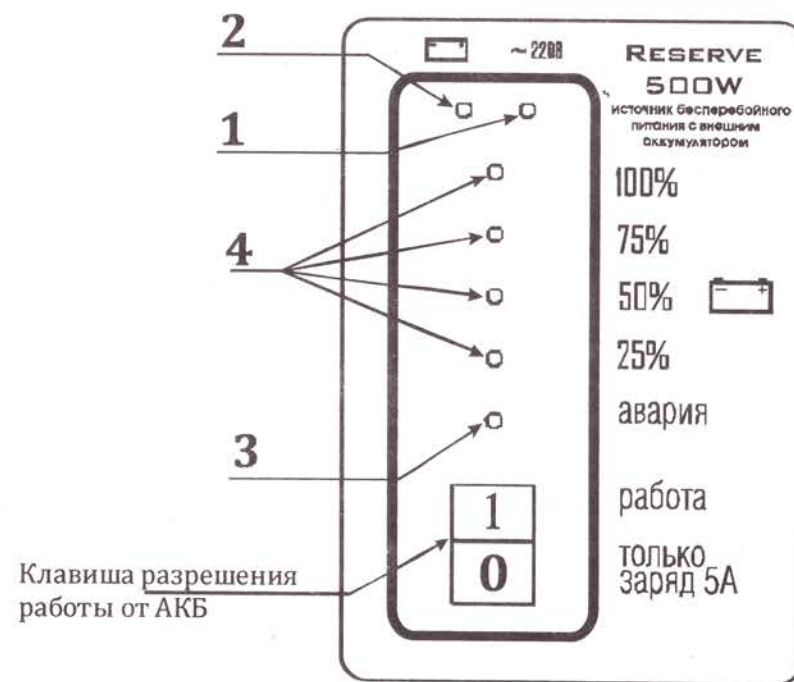

Рисунок 3. Индикация ИБП RESERVE-500 S
- Клавиша разрешения работы от АКБ (Рис. 3) Служит для выбора режима работы. В положении «0» источник осуществляет только заряд и поддержание АКБ в заряженном состоянии. Напряжение на выходе источника имеется только при подаче на вход сетевого напряжения. В положении «1» источник осуществляет все свои функции.
6. Убедитесь, что на панели индикации (рис. 3) светится зеленый индикатор («работа от сети»), а подключенные приборы получают питание. Зарядное устройство, при этом, начинает работать (заряжать, или поддерживать АКБ в заряженном состоянии).
7. Переведите клавишу разрешения работы от АКБ (рис. 3) в положение «1». При этом, включается полный режим индикации. Приблизительный уровень степени заряженности АКБ индицируется столбиком из 4-х оранжевых индикаторов. Полному заряду соответствует свечение всех этих индикаторов. Проверьте работу источника от АКБ, для чего отключите подачу сетевого напряжения. Питаемое оборудование должно продолжать работу.